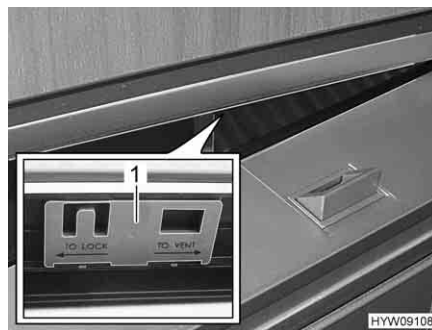

Fig. 94 Porta del frigorifero (posizione di ricircolo d'aria)
- Spingere il cursore (Fig. 94,1) verso destra.